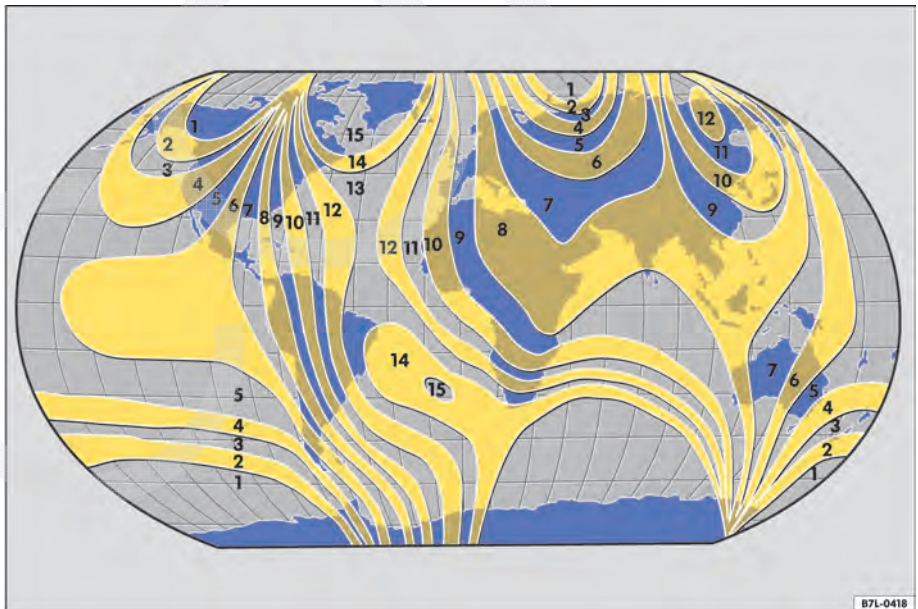

Fig. 13 Zonas da bússola.
- Selecionar a zona da bússola de acordo com o local atual ⇒ Fig. 13.